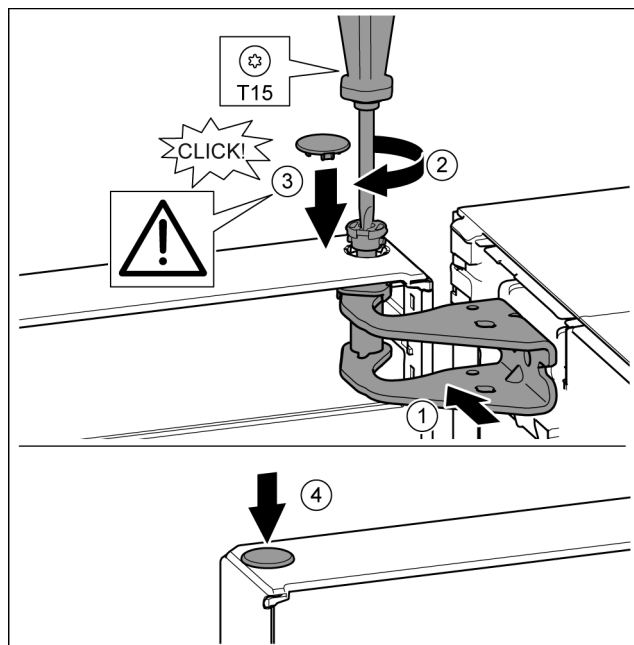

Fig. 23
- ▶ Aliniați ușa sus spre deschizătură în suportul de lagăr. *Fig. 23 (1)*
- ▶ Introduceți bolțul și înșurubați-l ferm cu șurubelnița T15. *Fig. 23 (2)*
- ▶ Montarea capacului de siguranță pentru siguranța ușii: Introduceți capacul de siguranță și controlați dacă este așezat pe ușă. În caz contrar, introduceți complet bolțul. *Fig. 23 (3)*
- ▶ Introduceți dopul. *Fig. 23 (4)*